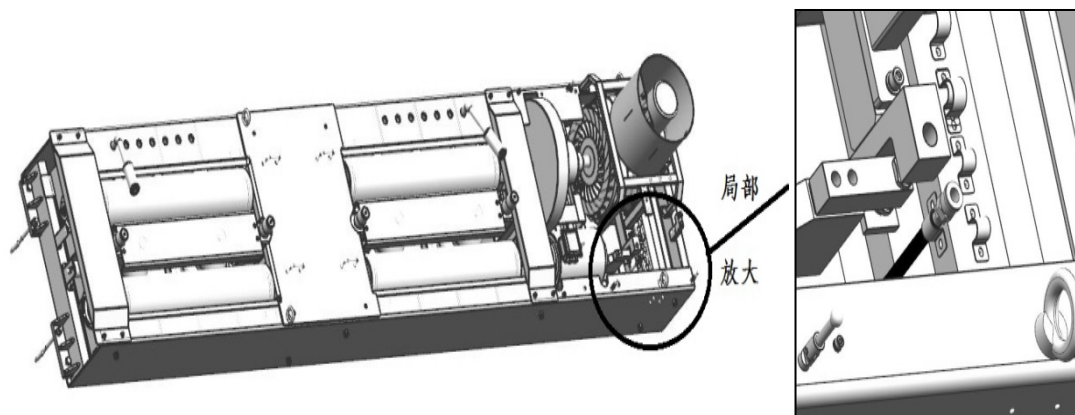
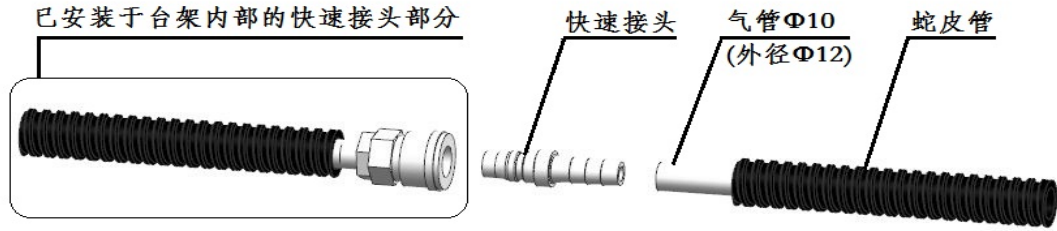

图 3.8
图 3.9
(8)、将气管一端接到电缆沟里的气管接口位置，另一端按照图 3.9 所示将快速接头完整接入至气管中，再将此快速接头接到已安装于台架内部快速接头部分中，位置可见图 3.8。气管须用包塑金属套管（黑色蛇皮管）包裹。